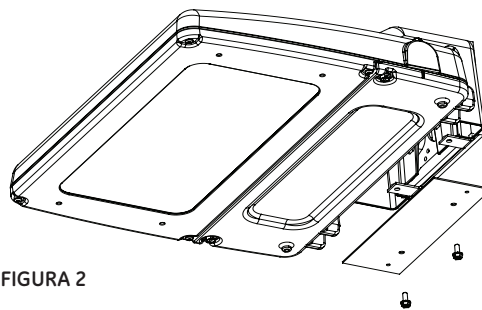

FIGURA 2
- Remueva el soporte de montaje trasero aflojando los tornillos en la parte inferior de la unidad y deslizando el soporte de montaje hacia arriba y afuera de las ranuras; removiendo la cubierta eléctrica (Vea Figura 2).